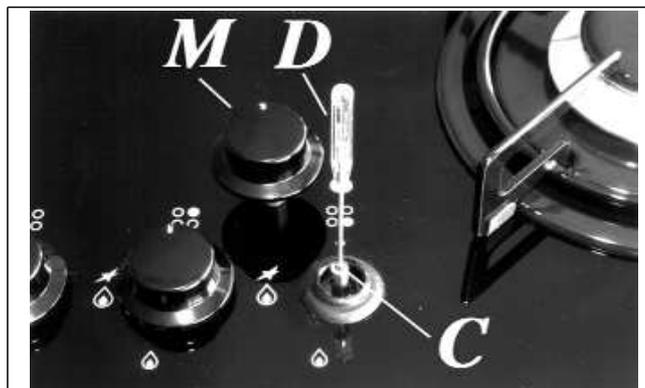

FIG. 12
- Tire o botão “M” (fig. 12) da torneira, fixado mediante simples pressão na haste da torneira.
- Introduza uma pequena chave de parafusos “D” no furo “C” (fig. 12) e gire o parafuso de apertar para a direita ou para a esquerda, até a chama do queimador ficar corretamente regulada no “Mínimo”.